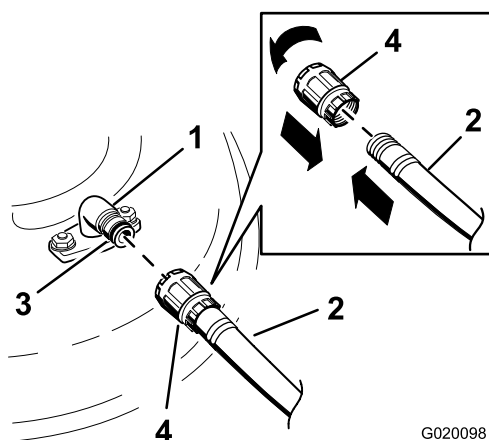

Figura 73
3. Coloque união da mangueira na extremidade de limpeza do cortador e ligue a água em elevado (Figura 73).